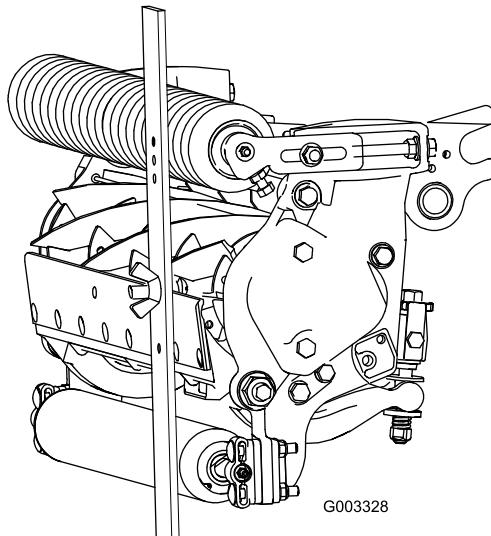

Figure 18
- Accrochez la tête de la vis sur le bord tranchant de la contre-lame et appuyez l'arrière du gabarit contre le rouleau arrière (Figure 18).
- Tournez la vis de réglage jusqu'à ce que le rouleau avant touche le gabarit (Figure 18). Réglez les deux extrémités du rouleau jusqu'à ce que celui-ci soit parfaitement parallèle à la contre-lame.